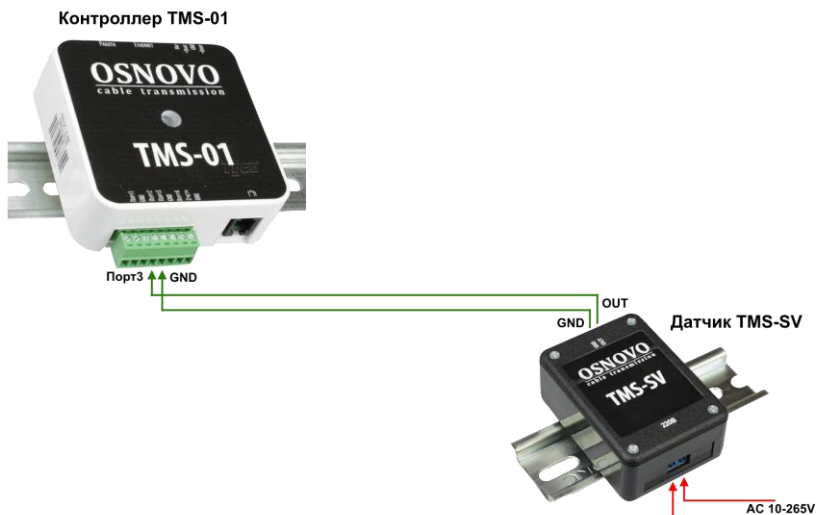

Рис.7 Подключение датчика измерения напряжения TMS-SV к контроллеру TMS-01*
- TMS-SV – датчик измерения напряжения (рис. 7).